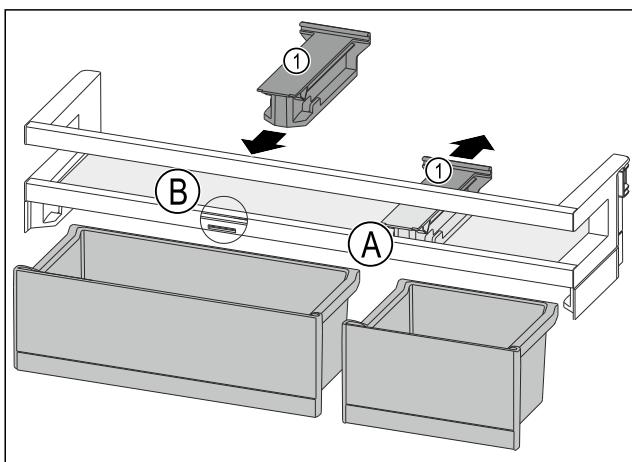

Fig. 122
- Halteteil Fig. 122 (1) in Position Fig. 122 (A) nach hinten abziehen.
- Halteteil Fig. 122 (1) in Position Fig. 122 (B) einsetzen.